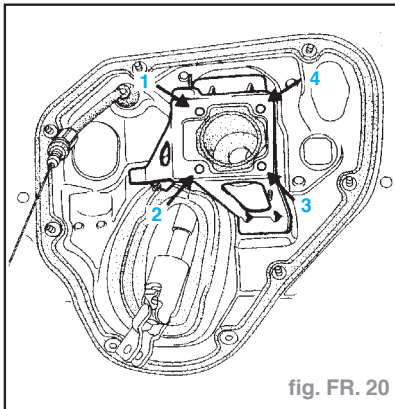

fig. FR. 20
- Dévisser les écrou (1) (2) et (3) (fig. FR. 20).
- Dégager les tuyaux d'eau pour avoir accès à l'écrou (4) depuis le compartiment moteur (fig. FR. 20).
- Dévisser l'écrou (4) en utilisant la douille Fre. 1396.
- Dégager les tuyaux d'eau pour avoir accès à l'écrou (4) (fig. FR. 20).